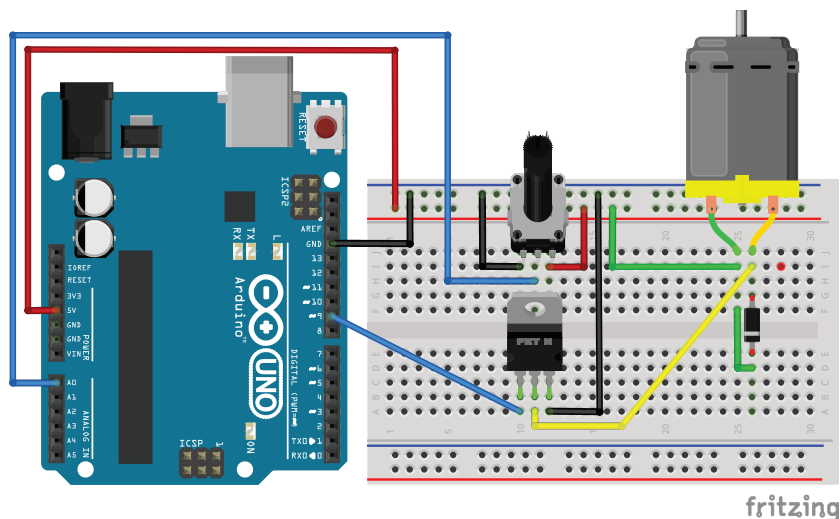

Рис. 11.1. Схема подключения мотора к Arduino
В нашем эксперименте мы будем управлять скоростью вращения мотора изменением напряжения, подаваемого на MOSFET. Управлять напряжением, подаваемым на MOSFET, будем с помощью ШИМ (шиотно-импульсной модуляции). В эксперименте 5 мы уже рассматривали использование ШИМ для получения изменяющегося аналогового значения посредством цифровых сигналов. Для регулирования скорости двигателя будем использовать потенциометр. Схема подключения элементов для данного эксперимента показана на рис. 11.1.
1. Подключаем элементы к плате Arduino по схеме на рис. 11.1.